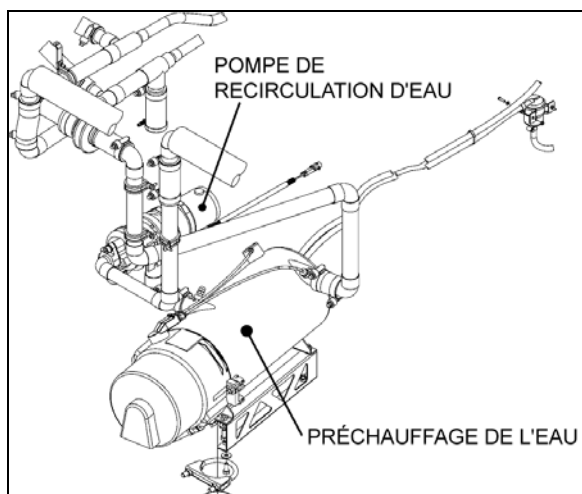

FIGURE 56 : EMBLACEMENT DE LA POMPE DE CIRCULATION – SYSTÈME DE CVC CENTRAL DES SÉRIES X3
- Séries X3 – Compartiment du préchauffeur de liquide de refroidissement (Figure 56)